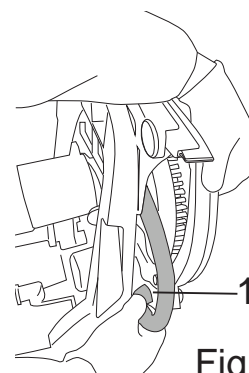

Fig.33
- Nehmen Sie den Schlauch vom Drosselventil und vom hinteren Saugfuß (Abb. 33, Pkt. 1) ab.